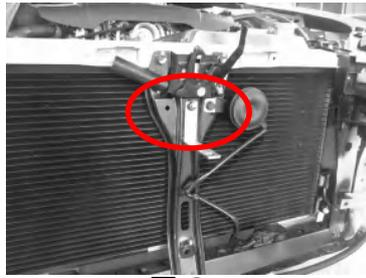

図 2
- ② 図 2 のボルトをはずし、コアステー（アッパー）を共締めしてください。